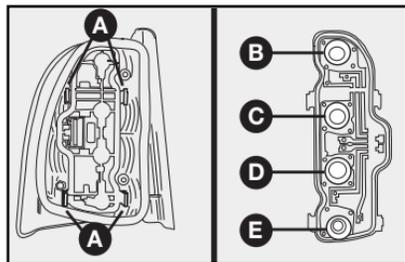

fig. 46
4) Presione las aletas **A-fig. 46** de bloqueo del portalámparas y quítelo de la lente.